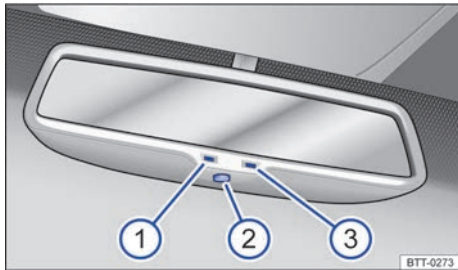

Fig. 84 En el parabrisas: espejo retrovisor interior antideslumbrante automático.
Leyenda para → fig. 84:
- ① Luz de control.
- ② Interruptor.
- ③ Sensor para reconocer la incidencia de luz desde atrás.
El antideslumbrante automático se puede conectar y desconectar con el interruptor en el espejo retrovisor interior → fig. 84 ②. Si está conectado el antideslumbrante automático se enciende la luz de control → fig. 84 ①.
- Un sensor del lado que indica hacia el interior del vehículo, que mide la incidencia de luz desde *atrás* → fig. 84 ③.